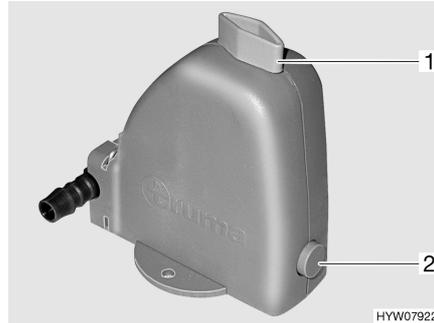

Fig. 68 Válvula de seguridad/purga
- Cerrar la válvula de seguridad/purga (Fig. 68). Para ello, girar el botón giratorio (Fig. 68,1) a la posición transversal en referencia a la válvula de seguridad/purga y hundir el botón (Fig. 68,2). A temperaturas inferiores a 6 °C, la válvula de seguridad/purga no se deja cerrar.